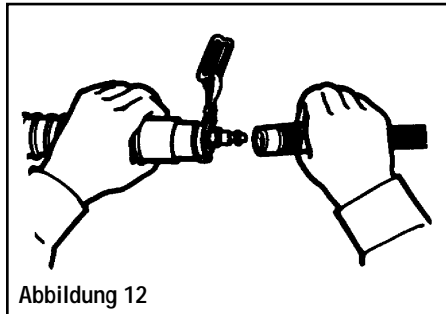

Abbildung 12
2. Schließen Sie bei strömender Luft die Atemschlaucheinheit an den Luftzufuhrschlauch an (siehe Abb. 12). Verbinden Sie den Nippel an der Atemschlaucheinheit mit der Schnelltrennkupplung am Luftzufuhrschlauch. Wenn der Nippel befestigt ist, lösen Sie die Kupplungsmuffe, um die Teile zu verriegeln. Ziehen Sie an beiden Schläuchen, um sich zu vergewissern, daß sie fest miteinander verbunden sind. Überprüfen Sie, ob die Luft ordnungsgemäß in die Haube strömt.